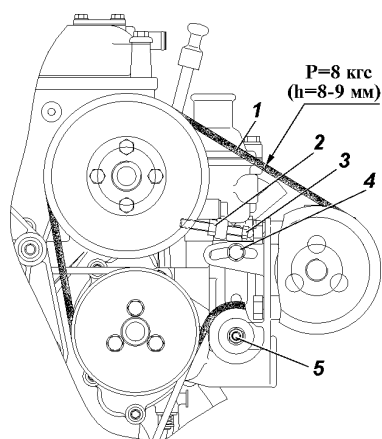

Рис. 4.72. Ремень привода вентилятора и насоса гидроусилителя рулевого управления:
- ослабьте болт 4 (рис. 4.72), гайку 5 и контргайку 2;